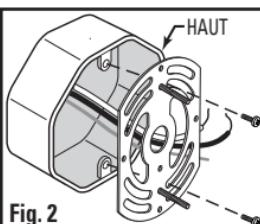
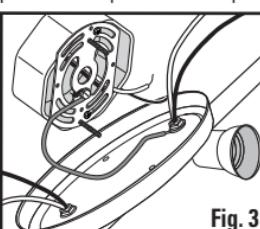

Fig. 2
Fig. 3
Remove the old fixture. Make yourself a sketch of how the fixture is wired (index the sketch by wire color) or mark the wires themselves with masking tape and a pencil so you will know how to connect the wires to your new fixture (Fig. 2). If several wires are involved or if the wiring seems more complicated and perhaps even includes a red wire, take note of the connections before you disconnect them.
Using the old electrical box screws, secure the mounting bracket to the electrical box, make sure the protruding machine screws are parallel to the floor (Fig. 2). Pull the existing supply wires around the sides of the mounting bracket. Do **NOT** pull the supply wires through the center hole of the mounting bracket. You may need to use the slots to mount the universal bracket so the long machine screws are parallel to the floor. This will allow for leveling of the fixture.
**For safety and proper operation, your fixture must be properly grounded (Fig. 3).** If you are unfamiliar with the methods of properly grounding your fixture, consult a qualified electrician. A copper ground wire is pre-attached to your fixture pan. If your electrical box is made of plastic and/or has a green or bare copper grounding wire inside, the fixture grounding wire and the electrical box ground wire should be connected together using one of the small wire nuts (included). If the electrical box is made of metal and is already grounded, secure the bare end of the fixture ground wire to the mounting bracket using the green grounding screw on the mounting bracket.
Grasp the replacement bulb in the same manner and re-insert the replacement bulb into the socket and twist the bulb clockwise until it "seats" (**Fig. 2 and Fig. 3**). Do not force the bulb into the socket or twist forcefully.
Retirez l'ancien luminaire. Faites un croquis du schéma de câblage du luminaire (en utilisant des couleurs différentes, ou des codes de couleur, pour chaque fil), ou marquez les fils eux-mêmes avec un ruban adhésif et un crayon pour que vous sachiez comment connecter les fils de votre nouveau luminaire (**Fig. 2**). Cependant, si plusieurs fils sont impliqués, ou si le câblage semble plus compliqué et inclut même un fil rouge, prenez note des connexions avant d'effectuer la déconnexion.
Utilisez les vis du boîtier électrique pour assujettir le support de montage au boîtier électrique en vous assurant que les vis de mécanique qui dépassent sont parallèles au sol (Fig. 2). Tirez sur les fils d'alimentation électrique existants pour les faire passer autour des côtés du support de montage. Ne tirez PAS les fils d'alimentation électrique à travers le trou central du support de montage. Vous devrez peut-être utiliser les fentes pour monter le support universel de façon que les vis mécaniques longues soient parallèles au plancher. Ceci permettra de mettre le luminaire de niveau.
Pour des raisons de sécurité et pour assurer un fonctionnement correct, il faut que votre luminaire soit mis à la terre correctement (Fig. 3). Si vous ne savez pas comment mettre à la terre votre luminaire de façon appropriée, consultez un électricien professionnel. Un fil de terre en cuivre nu a été attaché en usine au panneau de fixation de votre luminaire. Si votre boîtier électrique est en plastique et comporte un fil de terre en cuivre nu ou vert à l'intérieur, l'extrémité nue du fil de mise à la terre du luminaire doit être assujettie au fil de mise à la terre vert à l'intérieur de votre boîtier électrique en utilisant le petit serre-fil (joint). Si le boîtier électrique est en métal et s'il est déjà mis à la terre, assujettissez le bout nu du fil de mise à la terre du luminaire au support de montage en utilisant la vis de mise à la terre verte sur le support de montage.
**3**   Saisissez l'ampoule de remplacement de la même manière. Insérez l'ampoule de remplacement dans la douille et faites tourner l'ampoule dans le sens des aiguilles d'une montre jusqu'à ce qu'elle repose fermement à sa place (**Fig. 2 et Fig. 3**). Ne forcez pas l'ampoule dans la douille et ne serrez pas trop fort.
**2**  Quite la lámpara vieja. Hágase un boceto de cómo está cableada la lámpara (indique en el boceto el color de los cables) o marque los cables mismos con cinta adhesiva de pintor y un lápiz para que recuerde cómo conectar los cables a su nueva lámpara (**Fig. 2**). Si hay varios cables involucrados o si el cableado parece más complicado y quizás incluye un cable rojo, anote las conexiones antes de desconectarlas.